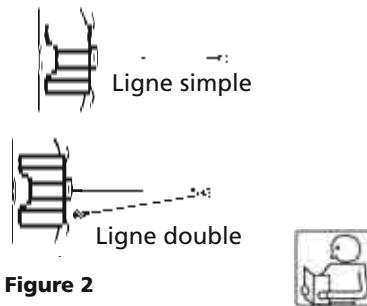

Figure 2
1. La charge nominale maximale concerne la couche du câble métallique située le plus près du tambour. NE SURCHARGEZ PAS. NE TENTEZ PAS DE TIRER UNE CHARGE LOURDE PENDANT UNE DURÉE PROLONGÉE. Toute surcharge pourrait endommager le treuil et/ou le câble métallique et engendrer des conditions d'utilisation dangereuses. POUR LES CHARGES DÉPASSANT DE ½ LA CAPACITÉ NOMINALE, NOUS RECOMMANDONS D'UTILISER LA MOUFFLE EN OPTION AFIN DE DOUBLER LE CÂBLE MÉTALLIQUE (Figure 2). Cela réduit la charge sur le treuil et la tension sur le câble métallique d'environ 50 %. Fixez le crochet sur la partie porteuse.